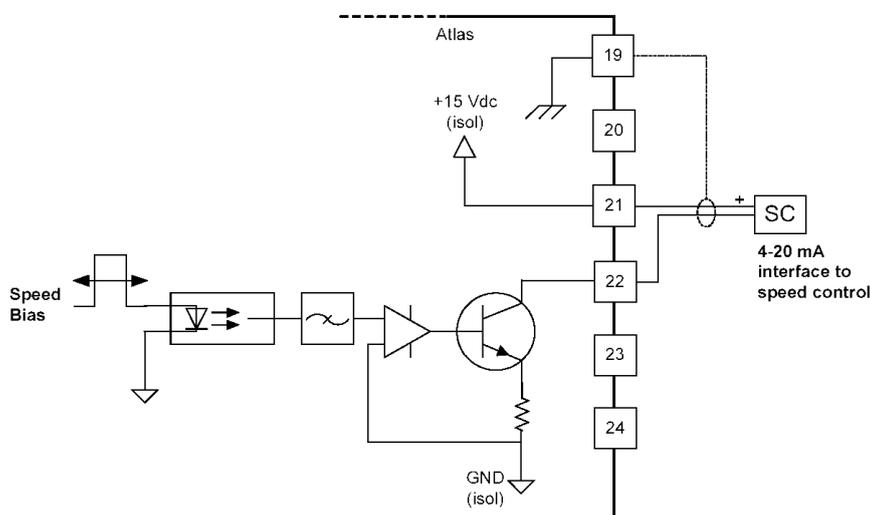
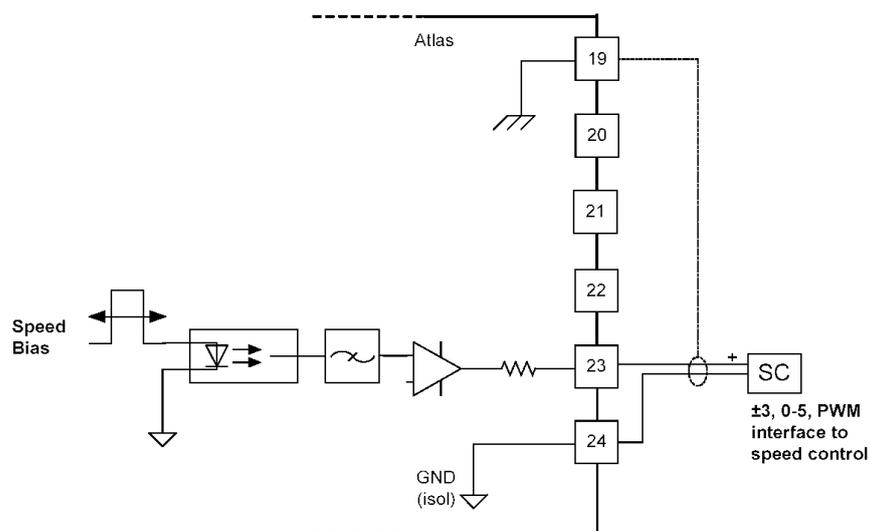

図 6-9. PowerSense ボードの速度バイアス出力信号の配線 (4-20mA 信号の配線方法の一例)
図 6-10. PowerSense ボードの速度バイアス出力 (配線方法の例、出力タイプが ± 3 V、0-5 V、PWM の場合)
- 速度バイアス出力配線に関しては、図 6-9 および図 6-10 を参照してください。